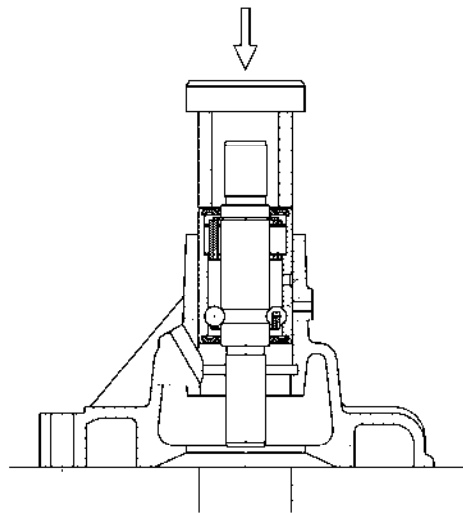

Рис.93. Запрессовка подшипника с валиком
- с помощью оправки запрессовать подшипник с валиком в сборе в корпус так, чтобы гнездо под фиксатор на обойме подшипника совпало с отверстием в корпусе насоса (рис.93);